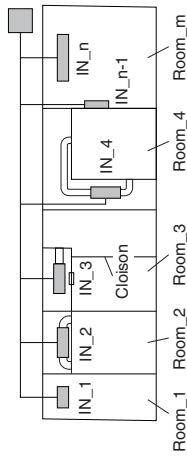

Fig. 1
Pour toutes les unités intérieures illustrées dans la Fig. 1, calculez la quantité de charge de réfrigérant admissible qui peut être utilisée dans chaque pièce $[m_{IN,1}, m_{IN,2}, \dots, m_{IN,n}]$. Calculez la charge maximale de réfrigérant pour chaque unité intérieure à partir de la section « Schéma » en vous référant aux éléments suivants.
$h_0 \geq 2,2$ m Fig. 1-A
$h_0 \geq 2,2$ m Fig. 1-B
- Fig. 1-A